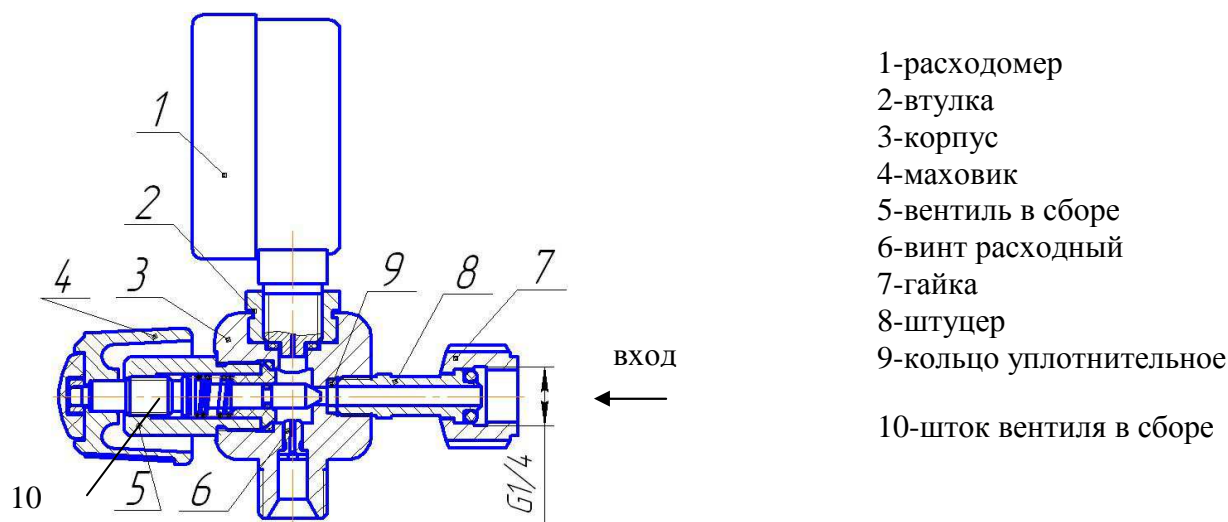

Рис.1 Устройство клапана К-2413-10
«Клапан запорный K-2413-10 ДЖЕТ 182 00 00 00» — клапан запорный угловой, исполнение ДЖЕТ 182 00 00 00 с накидной гайкой G1/4 ГОСТ6357 (рис.1)
4.1 Внешний вид клапанов показан на рис.1,3,4.